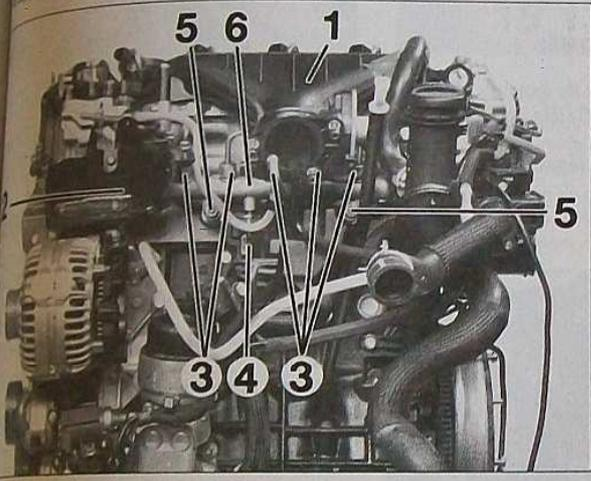

FIG.29
- les canalisations haute pression (3) vers les injecteurs et la pompe puis les obturer avec des bouchons propres et appropriés.
- le capteur haute pression (4).
• Dévisser les vis de fixation du collecteur d'admission, le collecteur d'admission (1) et ses joints (Fig.29).
• Remplacer le support de filtre à carburant (2).